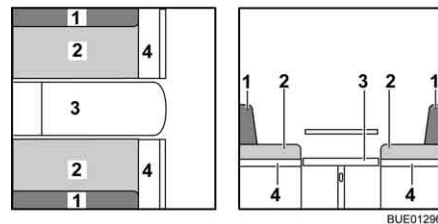

Bild 124 Under ombyggnaden
- Bredda sittbänken (Bild 124,4).
- Tag bort ryggdynorna (Bild 124,1) och lägg dem åt sidan.
- Drag sittdynorna (Bild 124,2) till mitten.